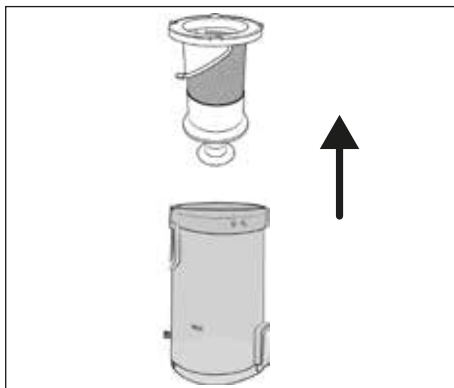

Fig. 21
- 4) Retire o filtro de aço inoxidável ⑥ do reservatório de pó ⑦, agarrando pela abertura do filtro de aço inoxidável ⑥ e puxando-o para fora do reservatório de pó ⑦ (ver fig. 21).